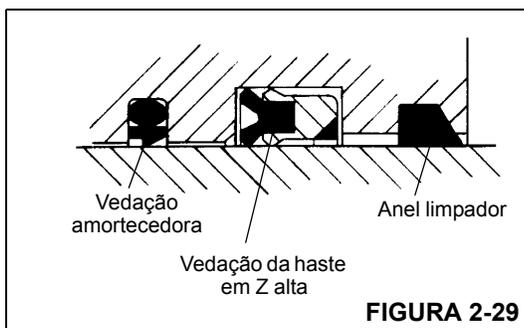

FIGURA 2-29
1. Instale o anel de desgaste, a vedação amortecedora, a vedação da haste e o anel limpador de reposição (Figura 2-29) na parte interna da cabeça. Verifique se o entalhe da vedação amortecedora está mais próximo da vedação da haste em Z profunda. Verifique se a ranhura do aro da vedação da haste em Z profunda está mais próxima da vedação amortecedora.